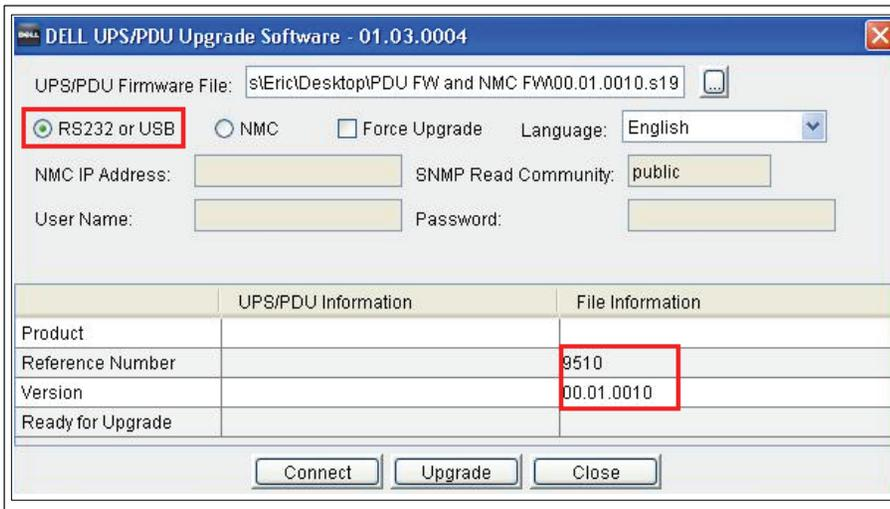

Figure 28. Sélection du paramètre RS-232
- 6 Cliquez sur **Open**. La référence et le numéro de version du fichier de mise à niveau s'affichent dans le champ **File Information** (voir Figure 28).
7 Sélectionnez **RS232 or USB** pour utiliser le port PC COM pour cette mise à niveau (voir Figure 28).